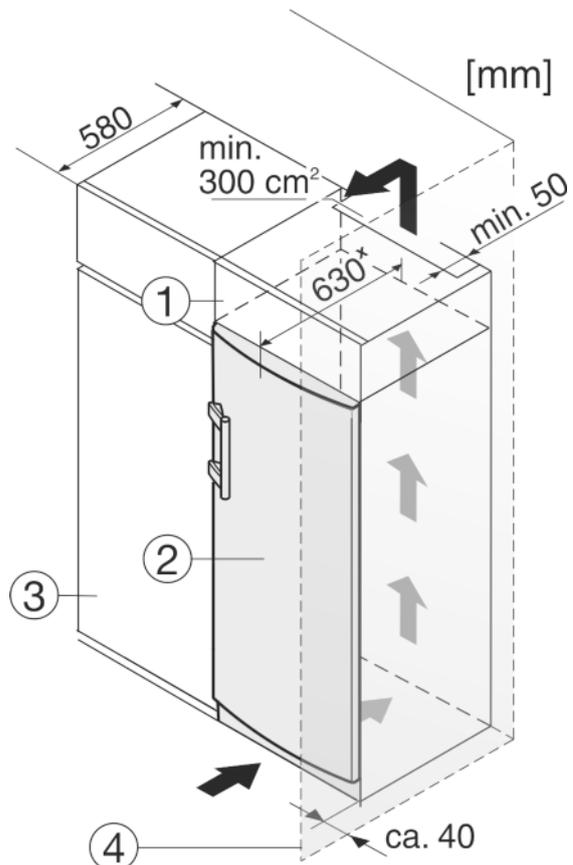

Fig. 10
- (1) Mobile da appoggio
- (2) Apparecchio
- (3) Mobile da cucina
- (4) Parete
L'apparecchio può essere incassato nell'arredamento per la cucina. Per adattare l'apparecchio Fig. 10 (2) all'altezza della cucina componibile, è possibile applicare sopra l'apparecchio un adeguato mobile da appoggio Fig. 10 (1).
Si la cocina posee armarios (profundidad máx. 580 mm), el aparato se puede colocar directamente junto al armario de cocina Fig. 10 (3). El aparato sobresale 34 mm^x por los lados y 50 mm^x en el centro del aparato respecto al frente del armario de cocina.
Se l'apparecchio con cerniere viene installato accanto ad una parete Fig. 10 (4), la distanza minima fra l'apparecchio e la parete deve essere almeno di 40 mm, che corrisponde alla sporgenza della maniglia con la porta aperta.